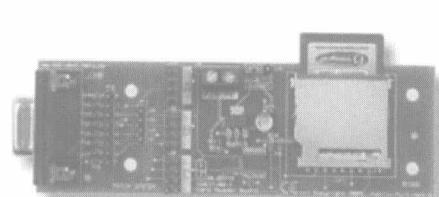

图 2.1-11 FlowCode MMC 读卡器板
(10) FlowCode MMC 读卡器板如图 2.1-11 所示。